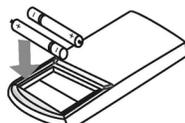

Fig.2
- Insérez deux nouvelles piles en respectant la polarité (fig.2).